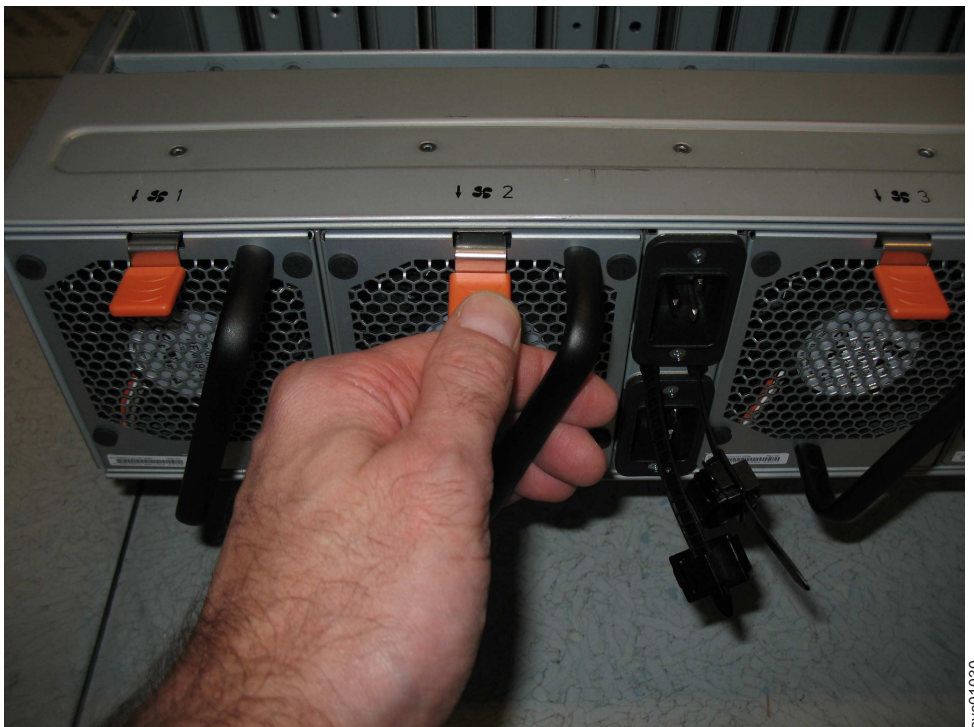

Abbildung 110. Lösehebel am Lüftermodul
2. Drücken Sie den Lösehebel am Lüftermodul (siehe Abb. 110).